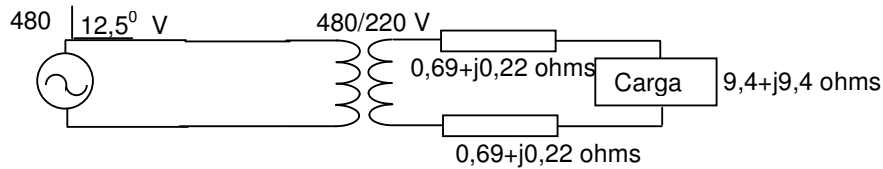

Fig. 11.11 – circuito do problema 11.4.
11.4 Seja a carga alimentada por um transformador ideal (sem perdas), como mostrado na Fig. 11.11. Pede-se: